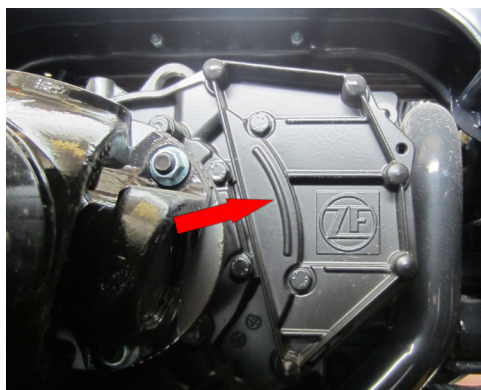
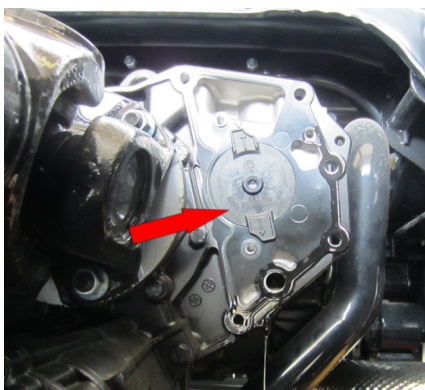

fig.1
fig.2
- 1) Smontare il coperchio posteriore originale (fig.1). Rimuovere la guarnizione metallica originale ed il relativo tappo di fermo (fig.2). Rimuovere eventuali tracce di pasta/prodotto sigillante e vernice dalla zona indicata (fig.3).
1) Remove the original rear cover (fig.1). Remove the original metallic gasket and related plug (fig.2). Remove any potential residual of sealant and/or paint from the highlighted area (fig.3).